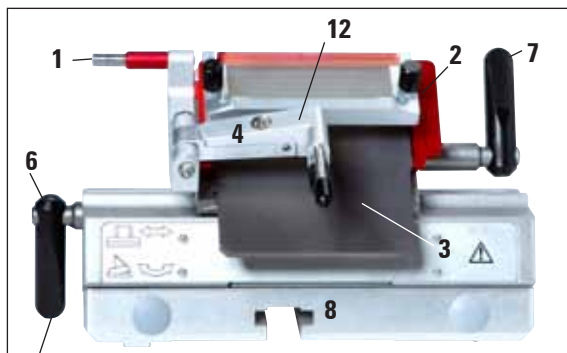
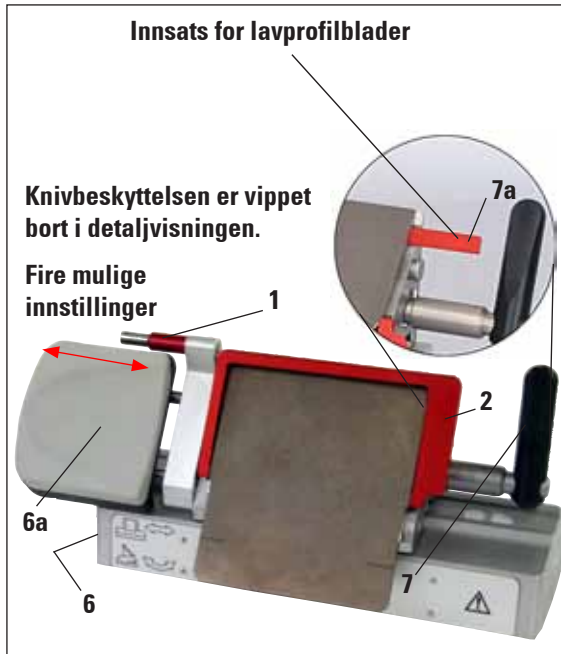

Fig. 12
Fig. 14
- Bladutløser (1) og knivbeskyttelse (2)
- Justering av klaringsvinkel (5) med 4 mm sekskantnøkkel (se detaljbilde, til venstre ved bladholderen) – anbefalt vinkel fra 2° til 5°
- Spak (6) for sideveis bevegelse
- Spak (7) for fastklemming av bladet
- Innsats for lavprofilblader (7a, fig. 14) som skal settes inn i Premium bladholder
- Justering av klaringsvinkel med 4 mm sekskantnøkkel (se 5, fig. 12 til venstre ved bladholderen) – anbefalt vinkel fra 2° til 5°
- Håndtaket (6) for sideveis bevegelse (må peke nedover for at det skal være mulig å skifte ut fingerstøtten)
1. For å frigjøre segmentbuen (1) fra sokkelen bruker du en 4 mm sekskantnøkkel til å løsne skruen over klaringsvinkeljusteringen (2). Fjern deretter segmentbuen (1) fra blad-/knivholdersokkelen.
2. Vipp stabiliseringssystemet (3) mot venstre med spaken (4).
3. Åpne klemhåndtaket (5) ved å dreie det mot klokken.
4. Hold trykkplaten (6), og fjern skruen (7).
5. Etterpå kan trykkplaten (6) demonteres for rengjøring (med alkohol).
6. For å fjerne den øvre delen (8) fra segmentbuen (2) frigjør du bladholderens klemhåndtak (6, fig. 12) ved å vri det med klokken og trekke det ut. Bladholderen kan nå flyttes sidelengs til den glir ut av segmentbuen.